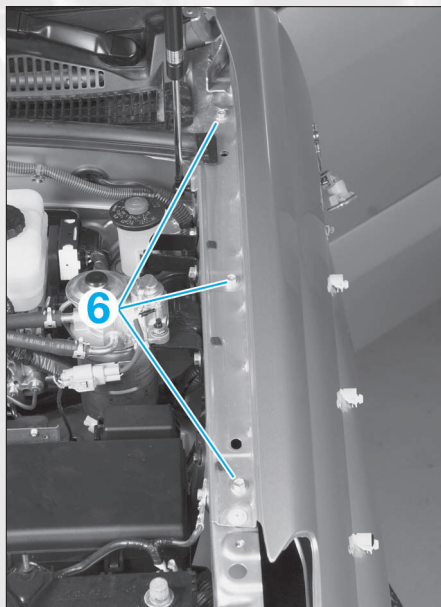

FIG. 20
- Déposer les vis de fixations (6) (Fig.20).